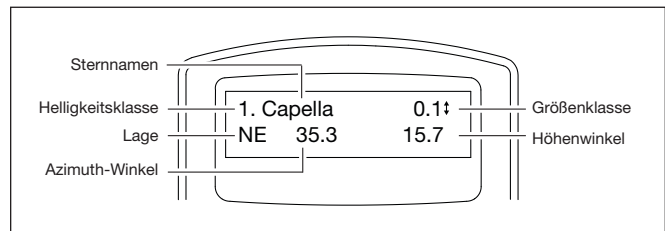

Abbildung 3. Informationen über den Ausrichtungsstern auf der LCD-Anzeige.
4. Verwenden Sie nun die Navigationstasten, um durch die Liste der hellen Sterne zu blättern. In der Liste finden sie höchstens ein paar Sterne und manchmal sogar nur einen. Im Display der Handsteuerung wird der Name und die Größenklasse des hellen Sterns in der ersten Zeile und die ungefähre Position des Sterns (ausgehend vom Datum und der Uhrzeit, die Sie bei der Erstinstallation eingegeben haben) in der zweiten Zeile angezeigt (**Abbildung 3**). Die erste Koordinate in der zweiten Zeile ist die O-W-Koordinate und die in der zweiten Zeile angezeigte zweite Koordinate gibt den Winkel (in Grad) über dem Horizont an. Diese Koordinaten bieten eine einfache Möglichkeit, um den von Ihnen gewählten hellen Stern zu identifizieren. Drücken Sie die Taste „ENTER (EINGABE)“; wenn Sie sicher sind, dass die Handsteuerung den Namen des hellen Sterns anzeigt, auf den Sie Ihr Teleskop ausrichten wollen.